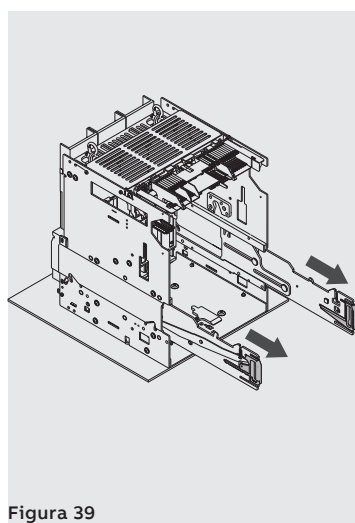

Figura 39
3. Extraer las guías de la parte fija sirviéndose de las respectivas palancas. Véase Figura 39.